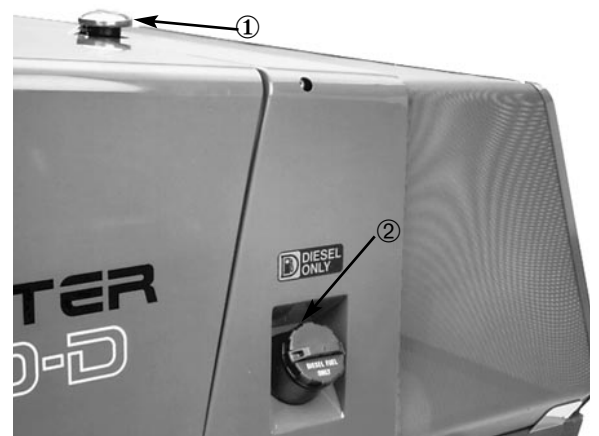

Fig. 5
1. Ta av drivstofftankens lokk (fig. 5).